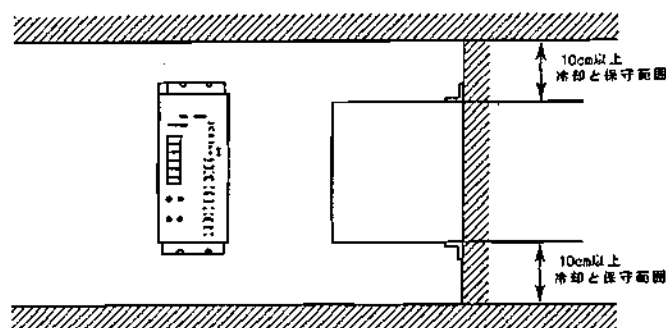

図2-3 コンバータとドライバ取付けと通気性
(2) 上、下の空間は、10cm以上を確保するようにして下さい。(図2-3)